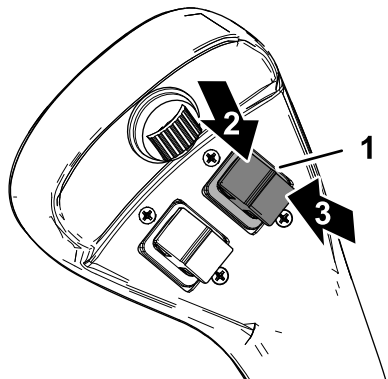

Figura 21
- Presione hacia arriba el interruptor de extensión/retracción de los brazos de carga (Figura 21) para extender los brazos de carga.